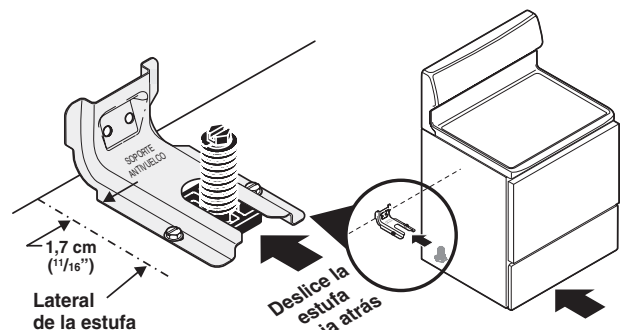

Fig. 7
1c. Nivele y ubique la estufa - Nivele la estufa ajustando los cuatro (4) tornillos niveladores con una llave. NOTA: Se debe dejar un espacio libre mínimo de 1/8" entre la parte inferior de la estufa y los tornillos niveladores a fin de dejar espacio para instalar el soporte. Use un nivel de burbuja de aire para verificar los ajustes. Deslice la estufa de nuevo a su lugar (Ver Fig. 7). Verifique visualmente si el tornillo nivelador trasero está insertado y firmemente asegurado por el soporte antivuelco retirando el panel inferior o la gaveta de almacenamiento. Para los modelos con una gaveta calentadora o compartimiento asador, sujete la estufa desde el borde superior trasero y trate de inclinarla hacia adelante cuidadosamente.